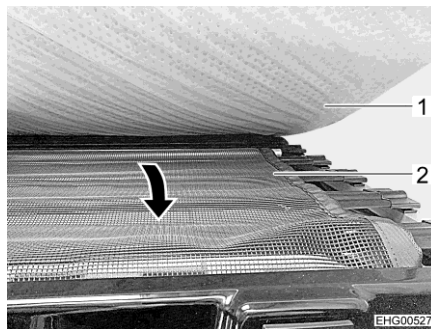

Fig. 73 Rete protettiva
- Sfilare la rete protettiva (Fig. 73,2) sotto il materasso (Fig. 73,1) e tenderla sopra l'apertura di ingresso.